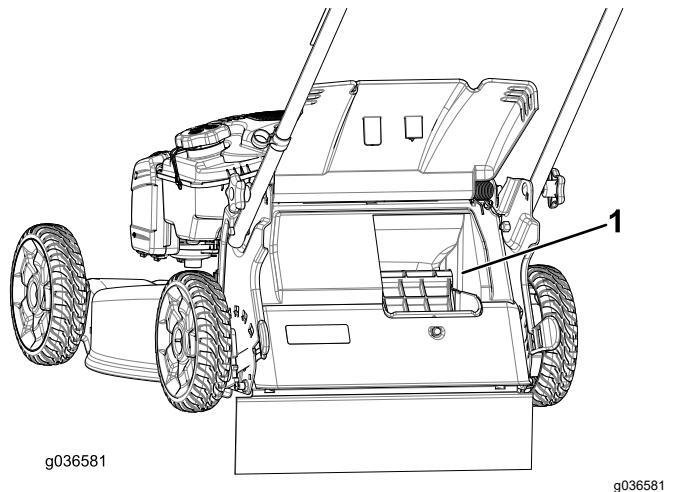

**Figura 22**
- **Per insaccare erba e sfalcio**, premete il pulsante sulla leva Bag-on-Demand e spostatela in avanti fino a quando il pulsante sulla leva non si solleva di scatto (Figura 22).